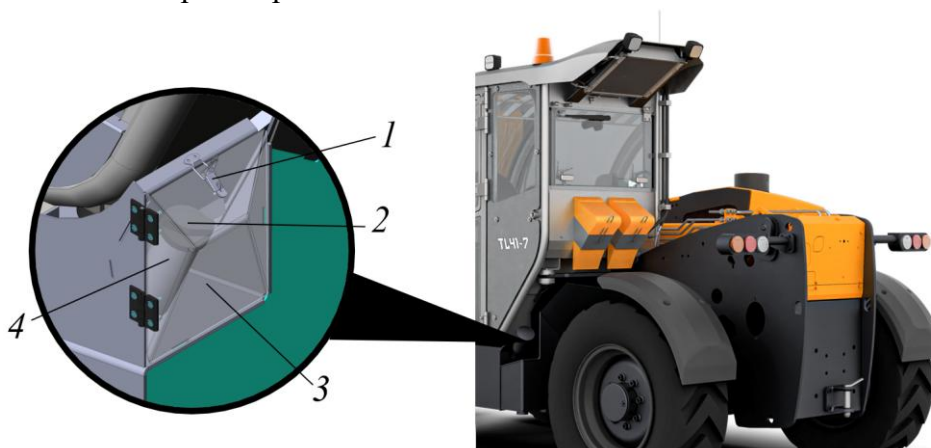

Рисунок 3.58. Размещение горловины топливного бака на машине
- ▶ Открыть замок 1 на крышке лючка 3, см. рис. 3.58.
крышку лючка 2 на замок 1, см. рис. 3.58.